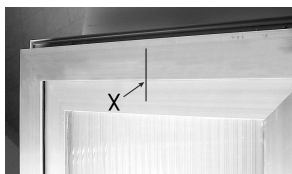

Figure 7
- b) A l'aide d'un crayon, tracer la ligne médiane "X" sur la menuiserie (Fig. 7).